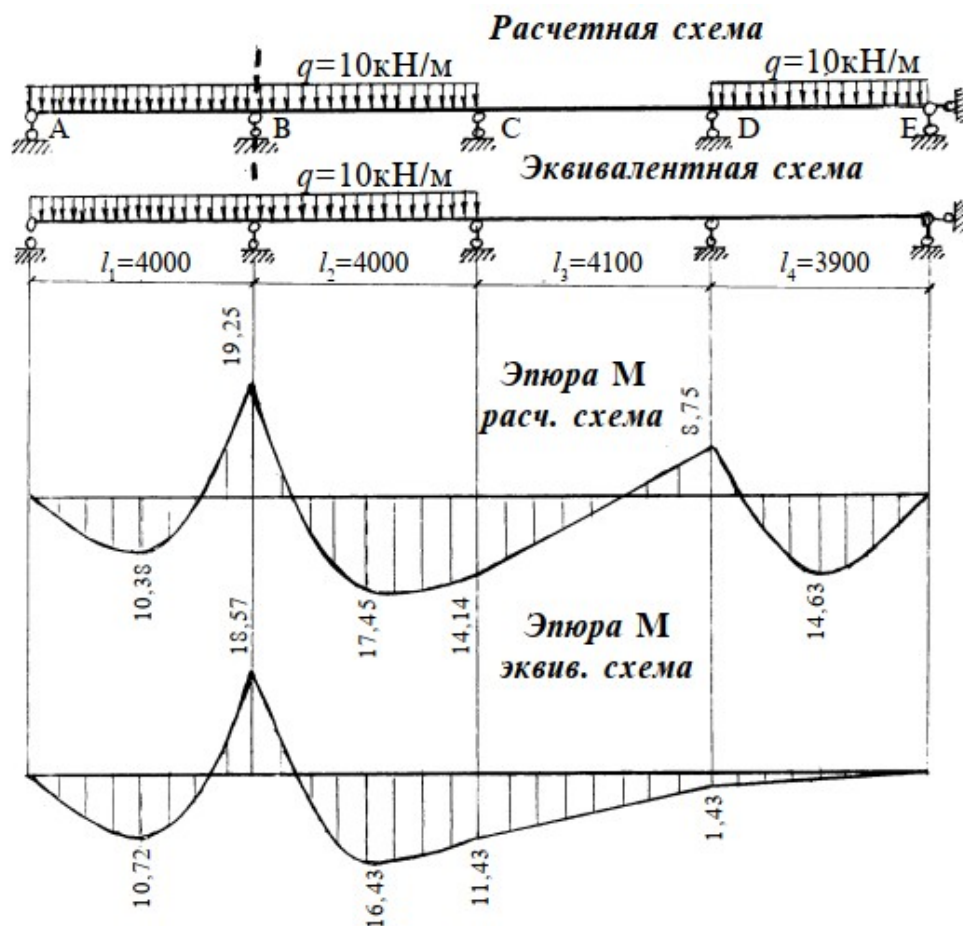

Рисунок 1
1. 4-пролетная неразрезная балка нагружена равномерно распределенной нагрузкой по расчетной и упрощенной (эквивалентной) схемам (рис. 1). Пролеты l_1 и $l_2 = 4,0$ м, $l_3 = 4,1$ м, $l_4 = 3,9$ м, $q = 10$ кН/м. Расчетное сечение в узле В.